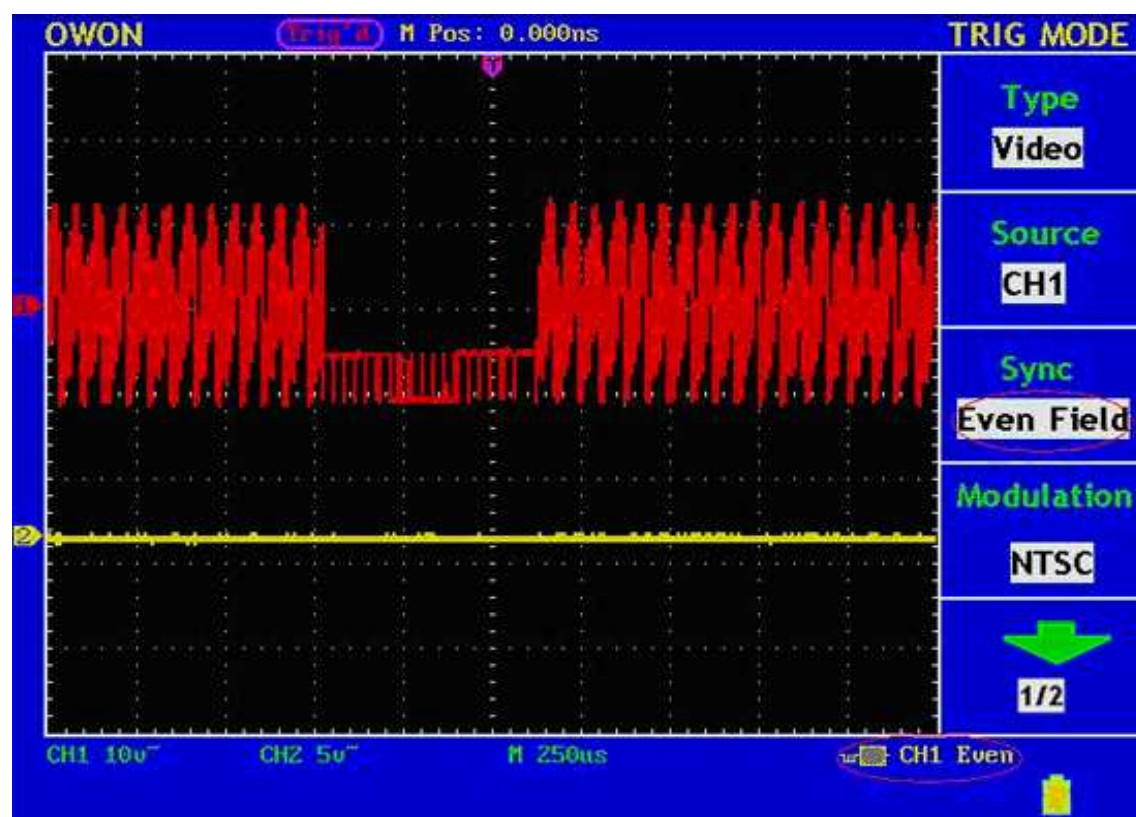

Fig. 34 偶数フィールドでトリガされた波形
7. 再度 F3 ボタンを押して、スロープの Even field を選択してください。画面では Fig.34 のように表示されます。